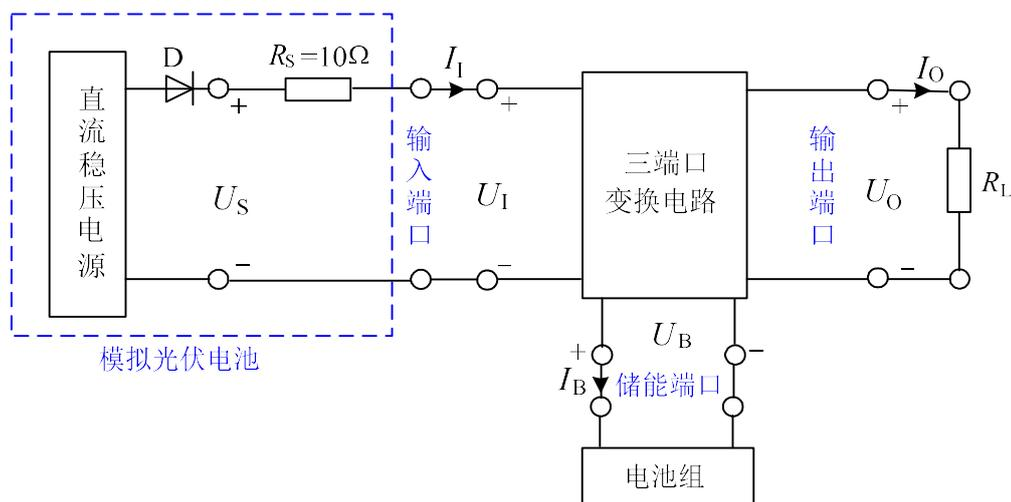

图 1 三端口 DC-DC 变换器结构框图
设计并制作三端口 DC-DC 变换器，其结构框图如图 1 所示。变换器有两种工作模式：模式 I，模拟光伏电池向负载供电的同时为电池组充电 ($I_B > 0$)；模式 II，模拟光伏电池和电池组同时为负载供电 ($I_B < 0$)。根据模拟光照 (U_S 的大小) 和负载情况，变换器可以工作在模式 I 或模式 II，并可实现工作模式的自动转换，在各种情况下均应保证输出电压 U_O 稳定在 30V。
(1) 图 1 中直流稳压电源、二极管 D、电阻 R_S 构成模拟光伏电池。直流稳压电源建议使用输出电压不小于 60V（可两路串联获得），额定电流不小于 3A 的成品电源，使用过程中应注意安全、避免触电伤害，测试时直流稳压电源由赛区提供；二极管 D、电阻 R_S 的选用应注意电流、功率等指标，必要时加装散热装置，注意避免烫伤。
(2) 图 1 中电池组由 4 节容量 2000~3000mAh 的 18650 型锂离子电池串联组成，要求采用自带管理功能(或自带保护板)的电池。电池组不需封装在作品内，测试时自行携带至测试场地，测试过程中不允许更换电池。
(3) 参赛队应认真阅读所用电池的技术资料，能够正确估算或检测电池的荷电状态，测试前自行合理设定电池的初始状态，保证测试过程中电池能正常充、放电。
(4) 基本要求 (2) 中 $S_U = \left| \frac{U_{O55} - U_{O45}}{U_{O45}} \right| \times 100\%$ ，其中 U_{O45} 为 $U_S=45V$ 时的输出电压，